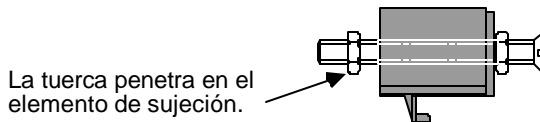

Figura 2-1. Montaje del elemento de sujeción
3. Enrosque una tuerca en cada tornillo. Inserte un tornillo en cada elemento de sujeción. Enrosque una segunda tuerca en cada tornillo como muestra la Figura 2-1.